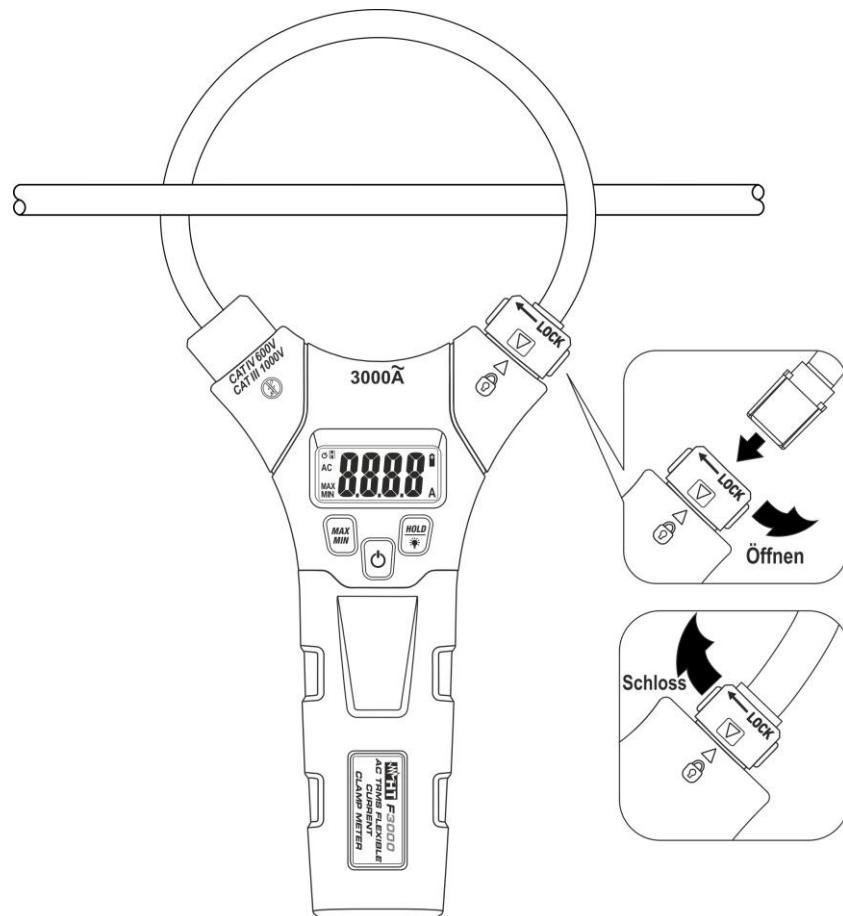

Abb. 2: Öffnung/Schließung der flexiblen Zange
- Um die Messgerätegenauigkeits-Spezifikationen zu erreichen, legen Sie den Leiter möglichst immer ins Zentrum der Zangenöffnung (siehe Abb. 2).
- Drehen Sie den Befestigungsstecker um 90° nach links, um den flexiblen Wandler freizugeben (siehe Abb. 2).
- Bringen Sie die Zange zurück in ihren Sitz und drehen Sie den Befestigungsstecker um 90° nach rechts, bis sich die zwei Pfeilen entsprechen, damit die Zange blockiert ist (siehe Abb. 2)